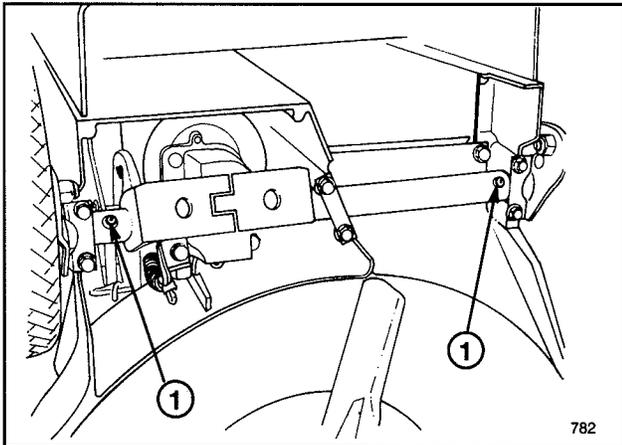

Abbildung 25
- Den Mäher auf die linke Seite kippen. Alle Schmiernippel mit einem Lappen sauberwischen (Abb. 25). Eine Fettpresse ansetzen und in jeden Nippel eins bis zwei Hübe Mehrzweckfett #2 auf Lithiumbasis einpressen.